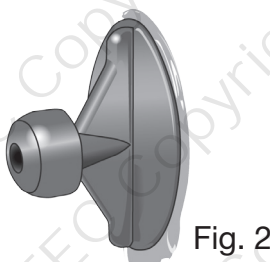

Fig. 2
4. Deixar a pistola de cola aquecer durante alguns minutos e depois aplicar a cola quente no disco e colocar no centro da mossa (consultar a Fig. 2).
3. Aplicar a cola quente no disco e colocar no centro da mossa (consultar a Fig. 2).